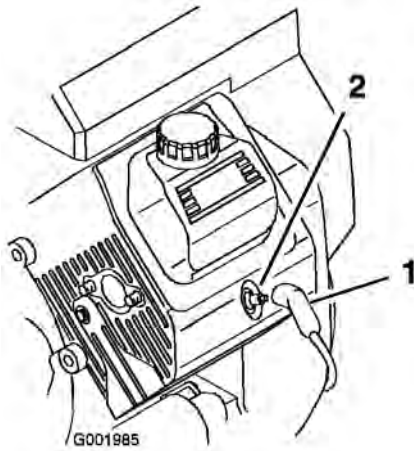

図 49
3. 点火プラグのコードが抜けているのを確認する (図 49)。
3. 点火コードを取り付ける(図 49)。